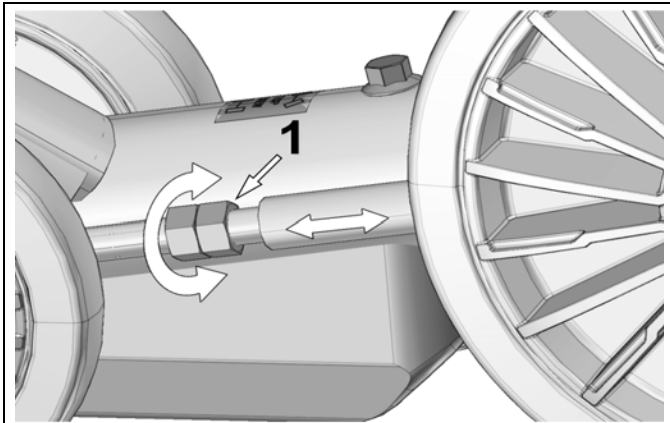

Abbildung 21
Gegenmutter lösen und Einstellmutter (1) zur Einstellung der Kettenspannung drehen. Siehe Abbildung 21.